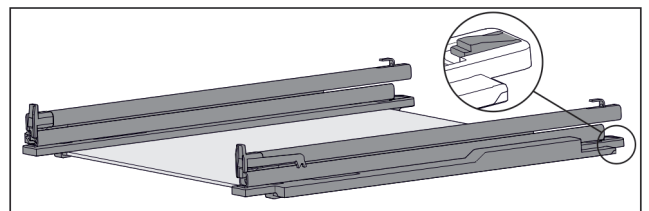

Fig. 120 Glasplaat met rails en vasthouddelen
- Vasthouddeel achter omlaag duwen (zie Fig. 120) en tegelijk rails naar achteren schuiven.